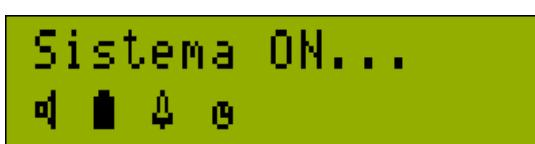

Figura 3.5 Símbolos del ejemplo LCD7.c
**LCD7.c:** Visualizar los siguientes símbolos (figura 3.5): un parlante (*Char: 0*), una pila (*Char: 1*), una campana (*Char: 2*) y un reloj (*Char: 3*). El significado de cada uno depende del contexto de aplicación. Por ejemplo, el parlante puede significar que una alarma sonora está en alerta, la pila puede indicar que el voltaje de alimentación de un circuito está en el valor correcto, la campana indicaría que hay un fallo en una de las fuentes de alimentación de un circuito, y, el reloj puede representar un temporizador activado (circuito de la figura 3.2). *LCD*✓.